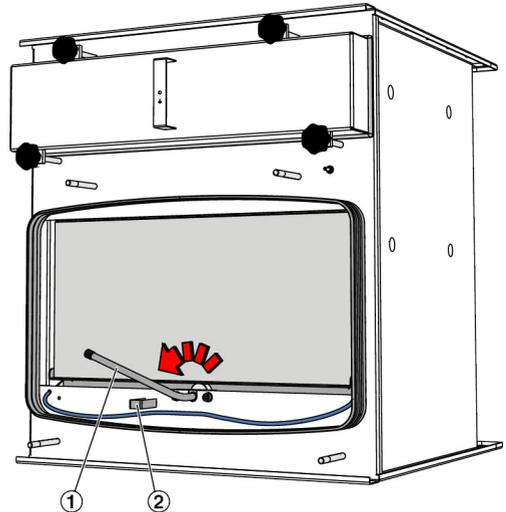

Abb. 12: Filter anpressen
7. ▶ Filterdichtung mit der Anpressvorrichtung gegen die Dichtsitz-Prüfeinrichtung pressen. Dazu den Hebel (Abb. 12/1) gegen den Uhrzeigersinn bis zum Anschlag (Abb. 12/2) drehen.
12. ▶ Filter anpressen, Abb. 12